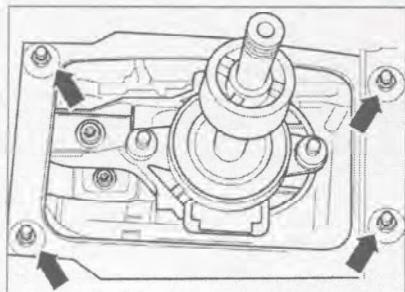

Рис. 7.27. Отвёртывание гаек (стрелки) крепления корпуса механизма переключения передач.
3. Отверните гайки (стрелки) крепления корпуса механизма переключения передач (рис. 7.27). **Момент затяжки:** 10 Нм.